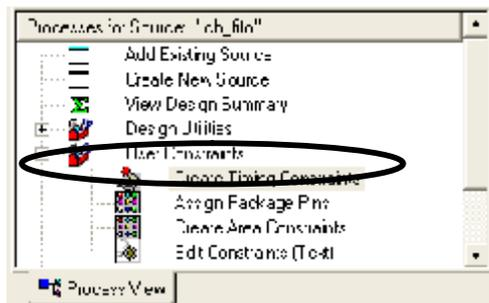

Рисунок 4 – Окно Процессов
① В окне Sources , выберите файл верхнего уровня дизайна *loopback.vhd/v*
② В окне Processes для Source, раскройте пункт **User Constraints** и дважды щелкните на **Create Timing Constraints (Рис. 4)**